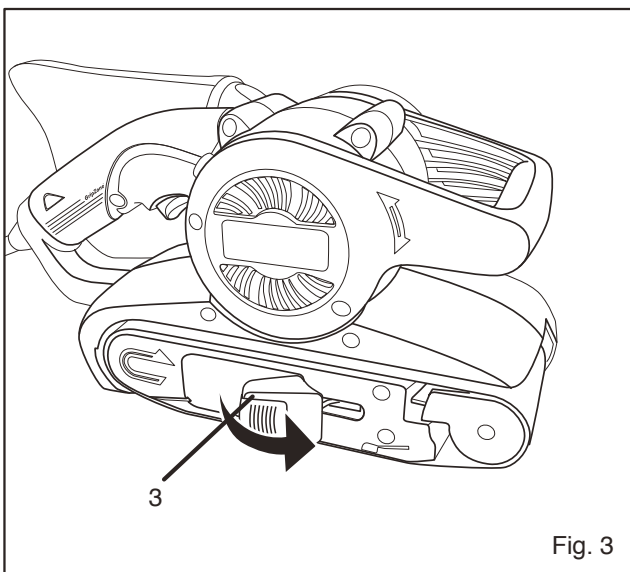

Fig. 3
### CAMBIAR LA BANDA ABRASIVA (FIG. 3 A 4)
- Coloque la lijadora sobre el lado y tire de la palanca (3) para retraer el cilindro delantero y soltar la banda (fig. 3).